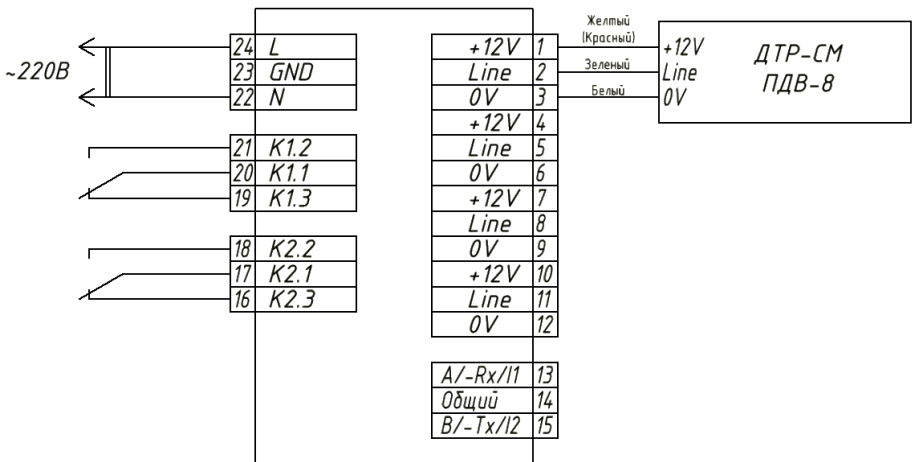

Рис.4. Подключение к блоку индикации измерительных преобразователей ДТР-СМ.
2.1.3. Измерительные преобразователи ДТР-СМ подключаются к блоку индикации параллельно трехпроводным кабелем (рис.4).